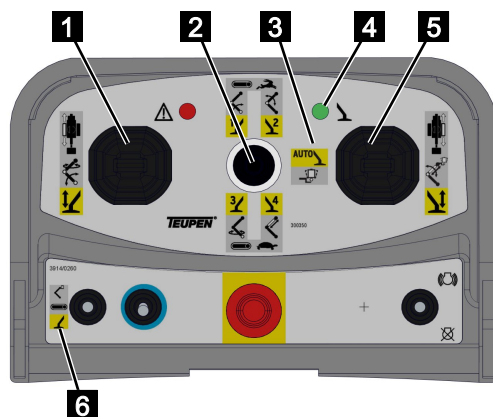

Abb. 95
2. Den Funktionswahlschalter auf [Stützenfunktion] (gelb) (Abb.95/6) stellen.
3. Den Vorwahlhebel (Abb.95/2) auf Automatik (Abb.95/3) stellen.
4. Mit den Steuerhebeln (Abb.95/1 und 5) die Stützen gemäß nachfolgender Tabelle bedienen.
5. Bei ordnungsgemäßer Abstützung leuchtet die grüne Leuchte (Abb.95/4) dauerhaft.